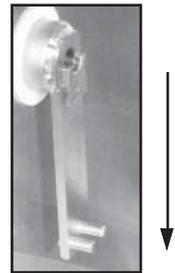

Figure 33
1. Open the door. Make sure that the drive arm is in the downward position (Figure 33). Press OFF.
1. Ouvrez la porte. Assurez-vous que le bras d'entraînement est en position vers le bas (figure 33). Appuyez sur la touche d'arrêt.